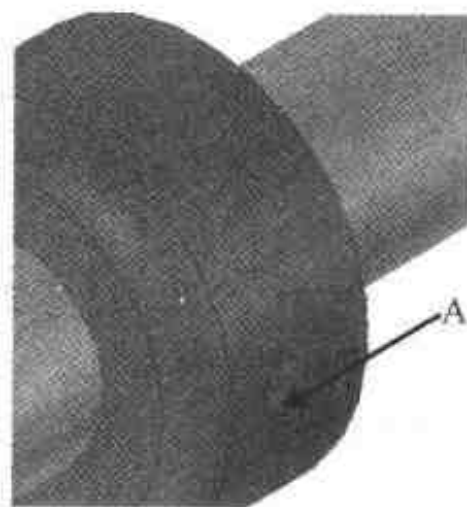

图 3.39 完成止转圈和轴的装配
- (6) 单击三维球手柄(图 3.38C)后向左拖动，右击显示的数字，将距离改为“95”，关闭【三维球】，结果如图 3.39 所示。